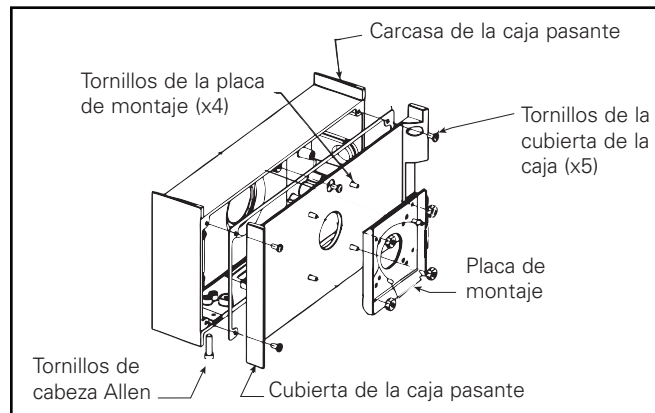
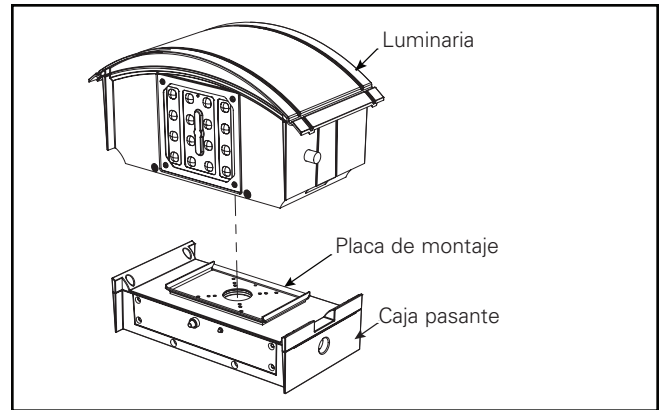

Figura 2a.
Figura 2b.
4. Vuelva a ajustar los dos (2) tornillos de cabeza Allen para fijar la caja pasante a la placa de montaje.
6. Retire la cubierta de la carcasa de la caja pasante aflojando cinco (5) tornillos. (Figura 2a).
7. Retire la placa de montaje de la parte posterior de la luminaria aflojando dos (2) tornillos de cabeza Allen.
8. Instale la placa de montaje de la luminaria en la cubierta de la caja pasante con cuatro (4) tornillos y tuercas provistos. (Figura 2b).